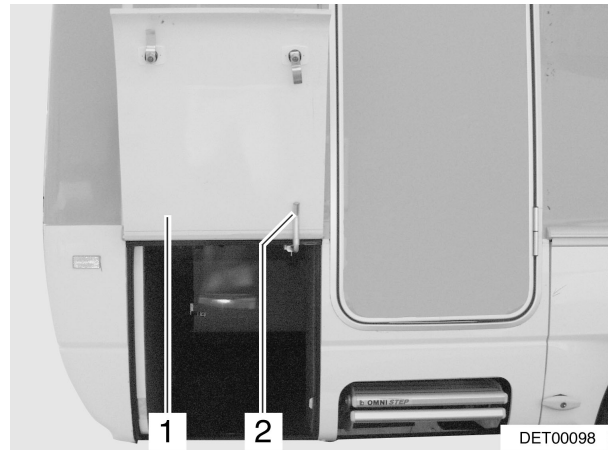

Bild 25 Außenklappe, geöffnet
- Hebel (Bild 25,2) herausziehen und eine viertel Umdrehung nach oben drehen.
- Außenklappe (Bild 25,1) am Hebel anlehnen.
- Außenklappe (Bild 25,1) festhalten.
- Hebel (Bild 25,2) etwa eine viertel Umdrehung nach unten drehen und einschieben.